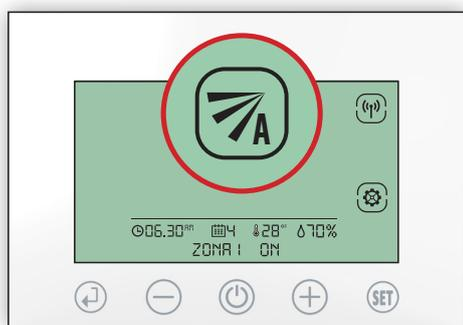

Fig. 36
1.1 Sbloccare tendendo premuto il tasto  per 3 secondi poi premere  per 3 secondi, premere due volte  verificando il lampeggio del simbolo  (Fig.36). Premere  per confermare l'impostazione.